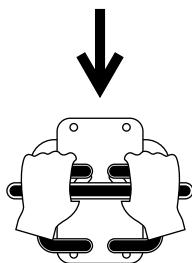

Figura 8
- Pentru deplasare în spate, deplasați ambele manete de traciune spre spate (Figura 8).